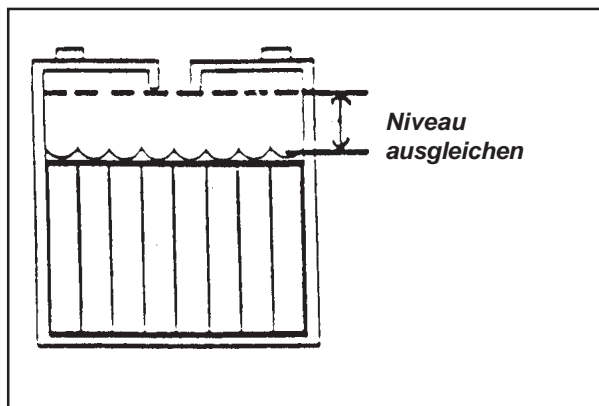

Abb. 14
1. Halten Sie den Elektrolyten auf dem korrekten Stand. Der korrekte Stand ist zwischen ¼ Zoll unter der Unterseite des Rohres in jeder Zelle und oberhalb der Abdeckung der Platten. Überprüfen Sie den Stand des Elektrolyten jedesmal, wenn Sie die Batterien aufladen. Siehe Abb.14.